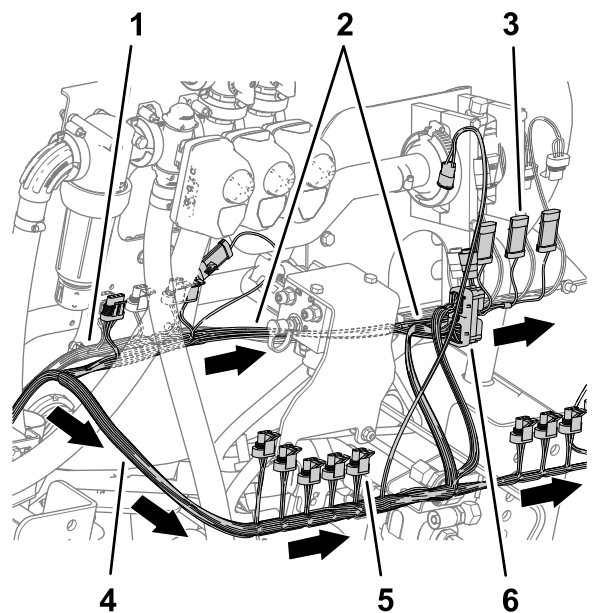

図 83
8. 102cm の枝線を、図 83に示すように昇降マニホルドの後方かつ右側に配設する。
7. 車両後部で、89cm の枝線を、図 83に示すように昇降マニホルドの前方かつフローメータの右側に配設する。